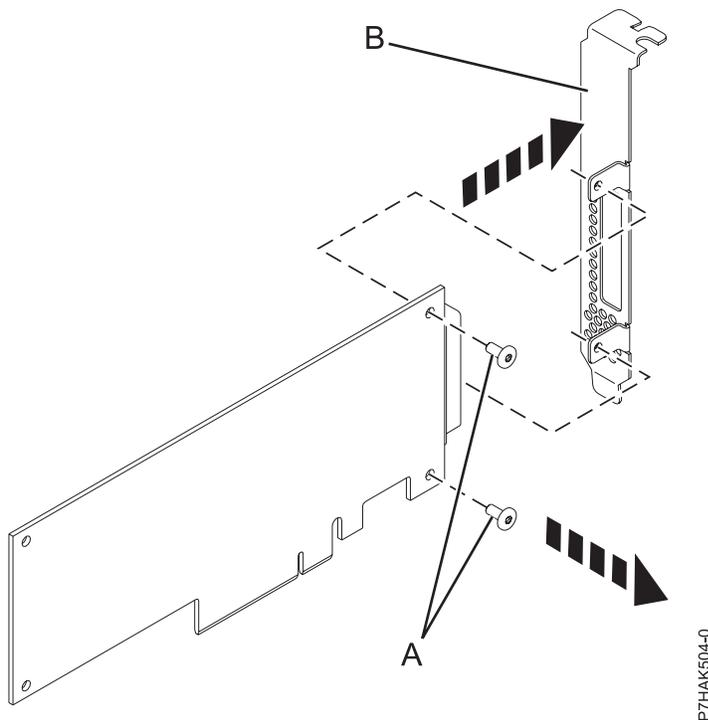

Abbildung 12. Ausbauen des langen Adapterkassettenhalters aus dem neuen PCI-Adapter
7. Entfernen Sie mit einem Kreuzschlitz-Schraubendreher die beiden Schrauben (A), mit denen der Adapterkassettenhalter (B) am neuen PCI-Adapter befestigt ist (siehe Abb. 12).